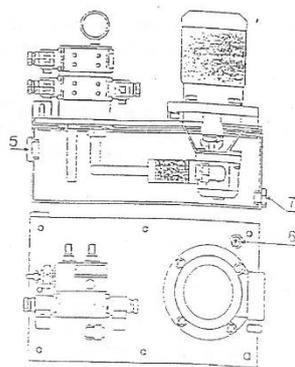

Fig 2
- Figure 2: Contrôler le niveau d'huile du groupe hydraulique par le niveau (5). En rajouter si nécessaire par le bouchon (6). La vidange s'effectue par le bouchon (7).